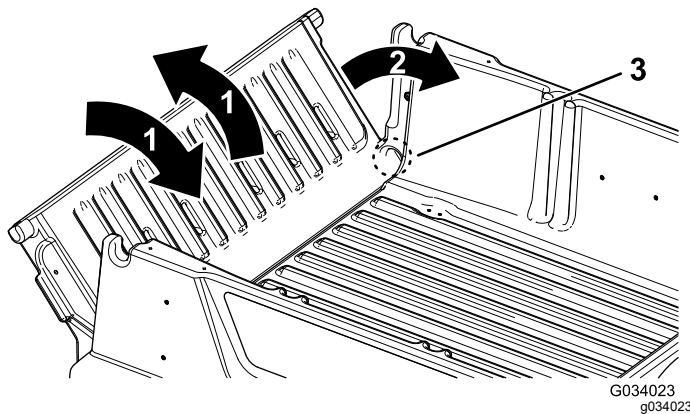

Figure 14
2. Faites pivoter le hayon à environ 45° (Figure 14).
3. Faites pivoter le hayon d'avant en arrière en l'agitant légèrement quelques secondes (Figure 14).